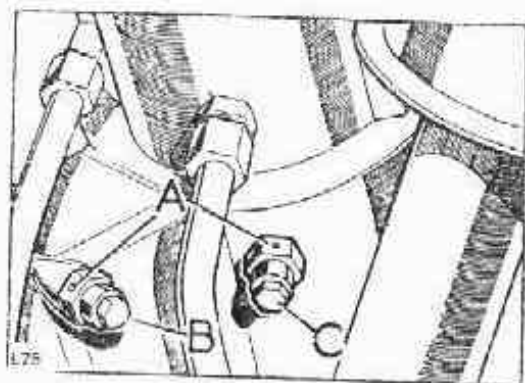

Fig. 46. Cebado de la bomba de inyección
1. Se purgará el sistema en la forma antes explicada, pero antes de poner en marcha el motor se aflojará el tornillo de ventilación A (fig. 46) del cuerpo de la bomba, y se accionará la bomba de cebado hasta que fluya el líquido si burbujas y se apretará el tornillo.